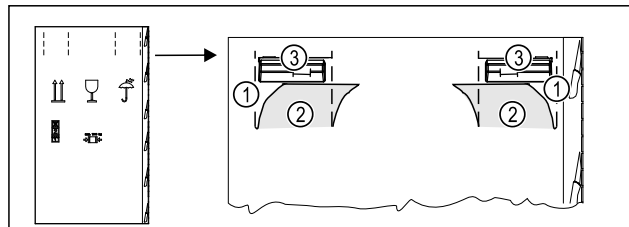

Fig. 6
- ▶ Vtlačte obalový karton nahoře na perforaci Fig. 6 (1).
- ▶ Vytáhněte vtlačené spojky Fig. 6 (2).
- ▶ Pravá a levá rukojeť Fig. 6 (3) je viditelná.
- ▶ Držte spotřebič za rukojeti Fig. 6 (3).